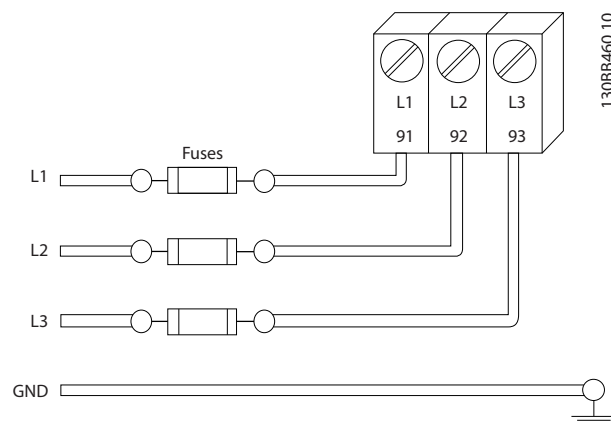

図 2.7 周波数変換器 ヒューズ
- すべての周波数変換器は短絡および過剰電流保護を備えている必要があります。入力フューズが保護のために必要です。図 2.7 を参照してください。工場で装備されない場合、フューズはインストレーションの一部として設置作業員によって取り付けられます。10.3 フューズ表の最大フューズ定格を参照してください。